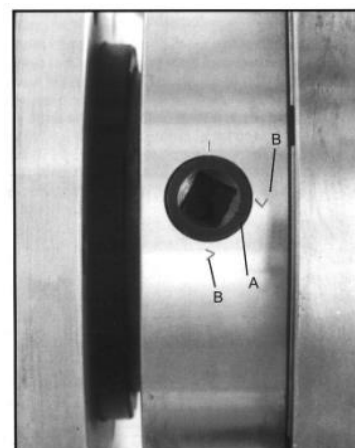

Рисунок 12
1. Придерживая патрон, поворачивайте последовательно шесть кулачковых затворов на $\frac{1}{4}$ оборота против часовой стрелки при помощи ключа для снятия зажимного патрона. Риска А должна совпасть с указательной риской I (рис.12).
закрученными, если риска **A** находится между двумя указательными рисками **B** (рис.12).